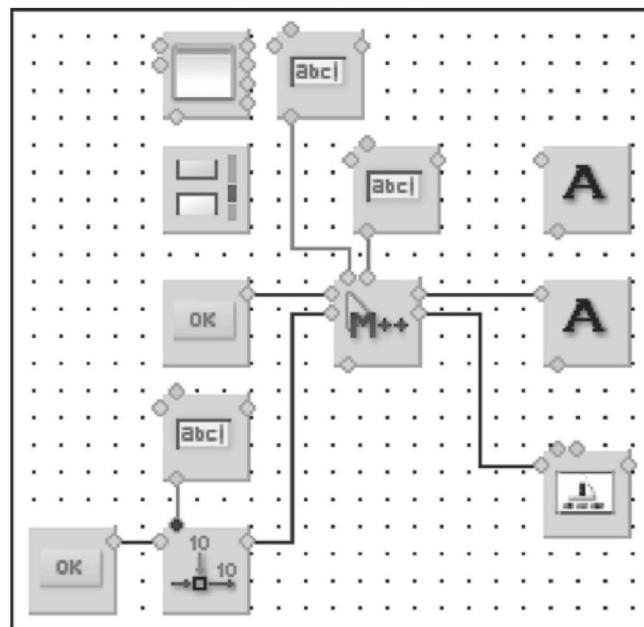

Рис.44
7) Запустить на выполнение базовую среду HiAsm. Открыть файл примера «MathParse.sha» из папки «...\\compiler\\Android\\Example\\» (**рис.44**). Как видно, внешний вид андроидных компонентов заимствован из базовой версии HiAsm. Экран планшета конструируется в редакторе формы.